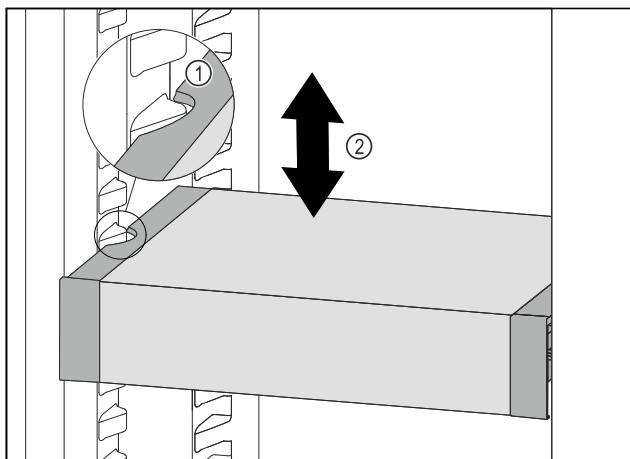

Fig. 100
- Trageți în față VarioSafe, până când degajările laterale ale VarioSafe se află la înălțimea nervurii recipientului din frigider. Fig. 100 (1)
- Mișcați în sus sau în jos VarioSafe în frigider, până când este atinsă înălțimea dorită. Fig. 100 (2)